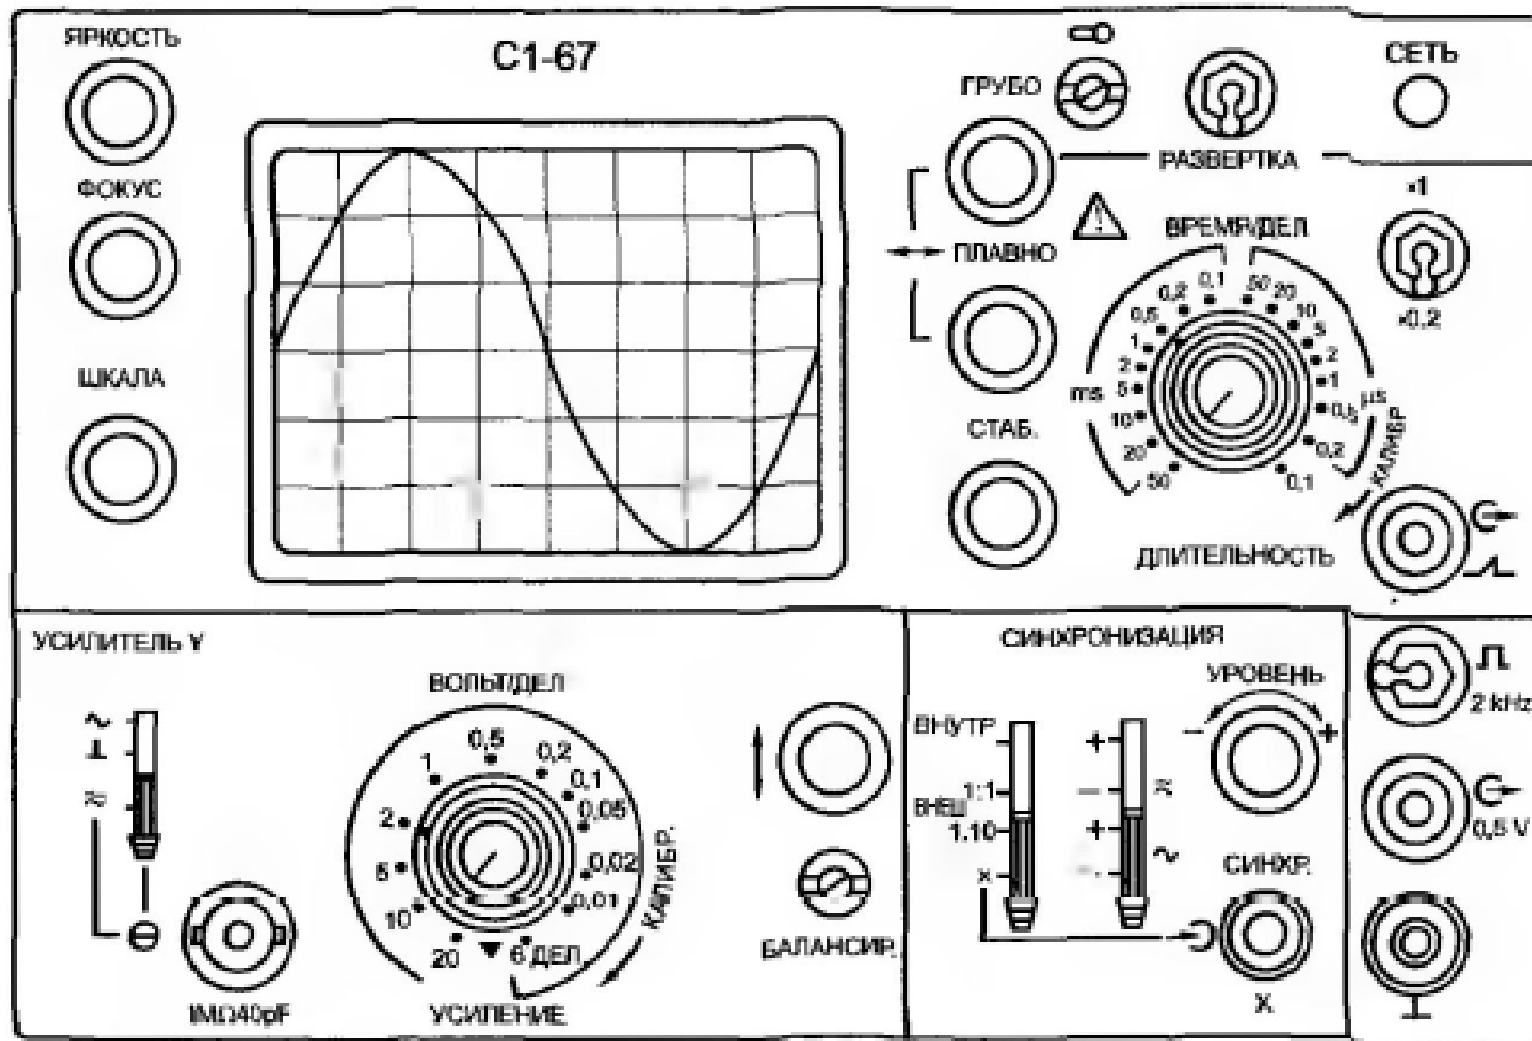

Рис. 7.1. Изображение лицевой панели прибора С1-67 с синусоидальным сигналом
**Пример 7.2.** Требуется определить диапазон измерения напряжения по передней панели осциллографа С1-67 (см. рис. 7.1).